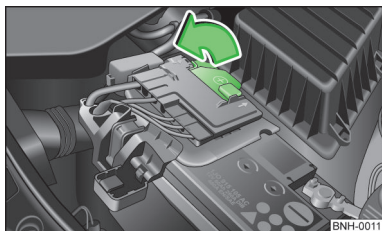

Fig. 130
- Abra la cubierta en la dirección de la flecha » fig. 130.